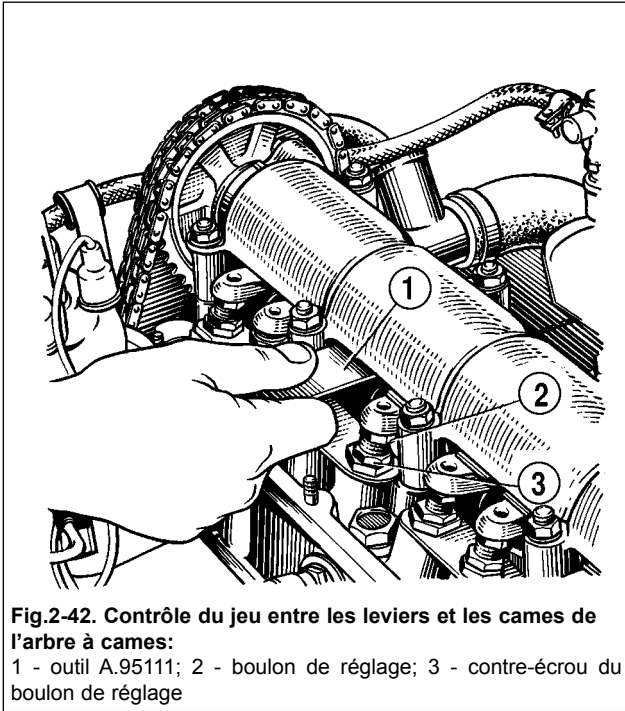

Fig.2-42. Contrôle du jeu entre les leviers et les cames de l'arbre à cames:
- introduire la jauge plate A.95111 entre le levier et la came de l'arbre à cames, pour la soupape d'admission l'épaisseur est de 0,15 mm, pour la soupape d'échappement il est de 0,2 mm. A l'aide de la clé de serrage, serrer ou desserrer le boulon en serrant consécutivement un contre-écrou jusqu'à que le dernier soit serré et la jauge ne rentre dedans avec un léger encastrement (fig.2-42).